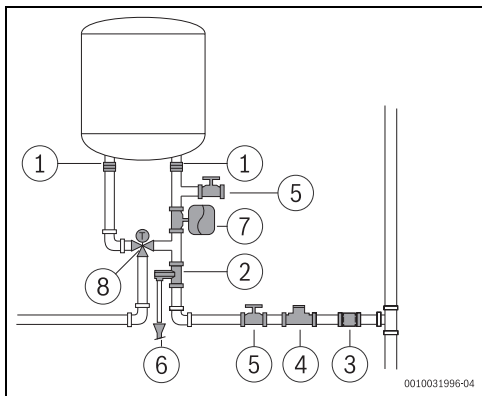

fig. 14
- Rekomandohet instalimi i një valvule termostatike (Fig. 14, [8]) në tubin e daljes së pajisjes nëse përdoren tuba PEX. Ky duhet rregulluar për të përkuar me rendimentin e materialit të përdorur.
- Asnjëherë mos instaloni asnjë aksesori (përveç atyre të treguar në Fig. 14) midis valvulës së çlirimit të presionit dhe hyrjes së ujit të ftohtë (në anën e djathtë) të pajisjes.
- instaloni një reduktues presioni (Fig. 14, [4]). Valvula e çlirimit të presionit do të aktivizohet sa herë që presioni në pajisje është mbi 8 bar (± 1 bar), për të cilën arsye është e nevojshme të planifikohet një mënyrë për shkarkimin e këtij uji.
- instaloni një enë zgjerimi (Fig. 14, [7]) për të ndaluar hapjen e shpeshtë të valvulës së çlirimit të presionit. Ena e zgjerimit të volumit duhet të jetë e barasvlershme me 5% të volumit të pajisjes.